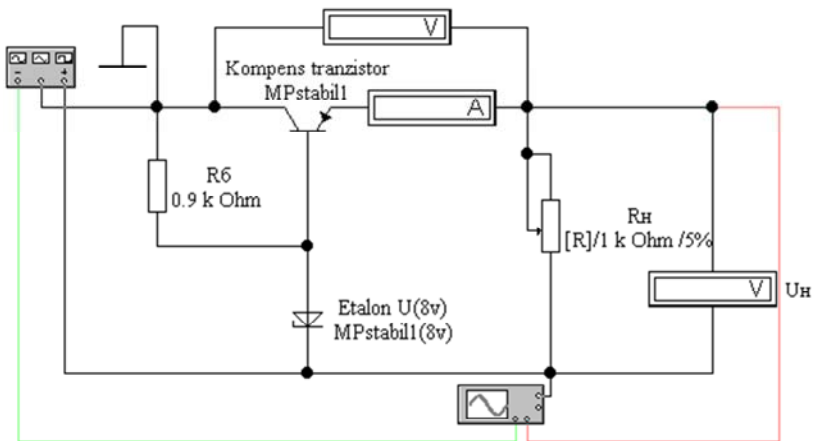

Рис. 17.13. Компенсационный стабилизатор напряжения (файл **stab9.ewb**)
3. Исследование компенсационных стабилизаторов напряжения. Исследовать компенсационный стабилизатор напряжения (файл **stab9.ewb**, рис. 17.13). Оценить стабилизацию при изменении амплитуды функционального генератора.